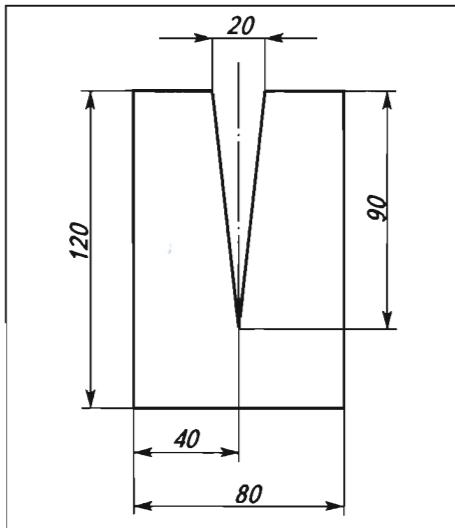

Рис. 50. Чертёж простой вытачки
2. Точно выполните всю последовательность операций по обработке простой вытачки на образце, изготовленном по чертежу (рис. 50).